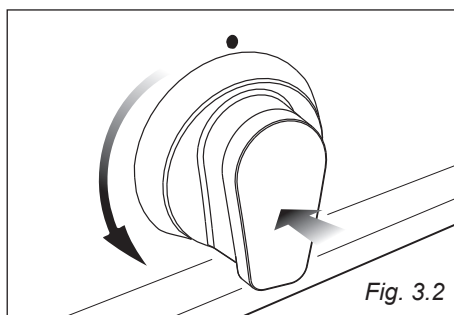

Fig. 3.2
- Svitare il fissacavo "D" (fig. 3.2).
1. Ruotare la manopola del rubinetto gas in senso antiorario (fig. 3.2), fino alla portata massima, premerla e mantenere la pressione, si otterrà l'attivazione dell'accensione. In caso di mancanza di corrente elettrica avvicinare una fiamma al bruciatore.